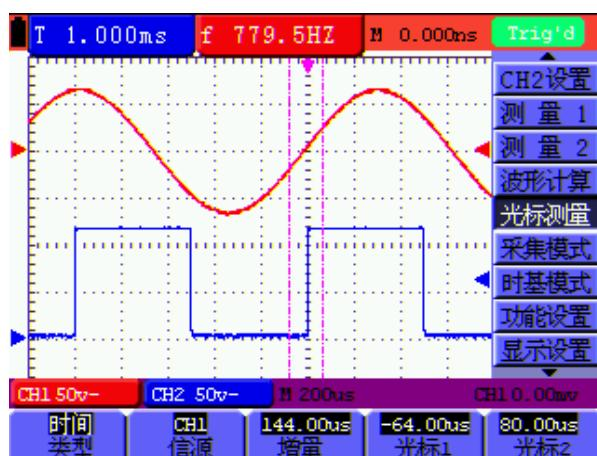

图 54：光标时间测量
6. 这时，调整 OPTION ▲或 OPTION ▼，可看到虚线 T1 左右移动，同时屏幕会显示出 T1 相对于 屏幕中点位置 的时间值，调整 OPTION ◀或 OPTION ▶，可看到虚线 T2 左右移动，同时屏幕会显示出 T2 相对于 屏幕中点位置 的时间值。见图 54：